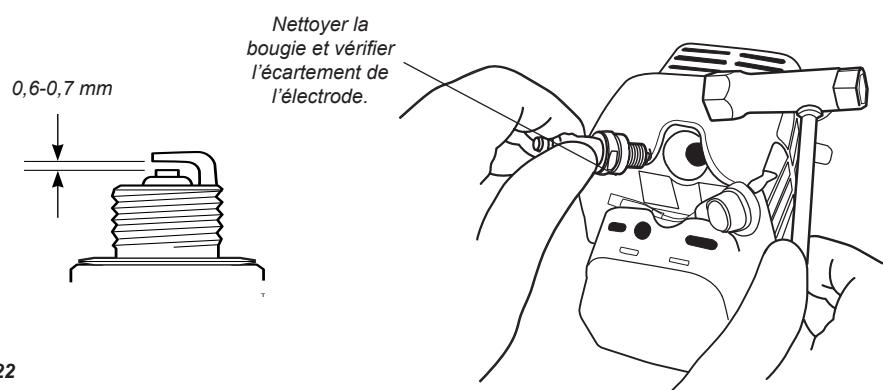

Figure 22
■ Enlever et nettoyer la bougie. Ajuster l'écartement de l'électrode de la bougie à 0,6-0,7 mm. S'il est nécessaire de changer la bougie, utiliser uniquement une bougie BPMR6A ou une bougie antiparasite équivalente de plage thermique appropriée. Voir figure 22.